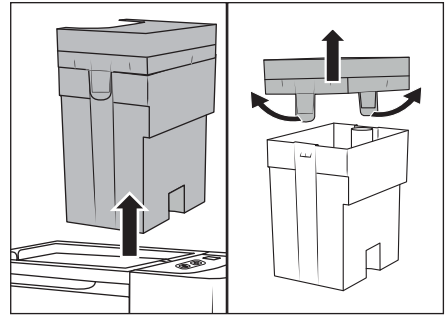

Fig. 7
◆ Saisissez le réservoir d'eau sale ⑦ au niveau de la poignée du couvercle ③ et sortez-le de l'appareil en tirant vers le haut (voir fig. 7).
◆ Tirez légèrement les deux languettes de retenue vers l'extérieur et retirez le couvercle ③ (voir fig. 7).